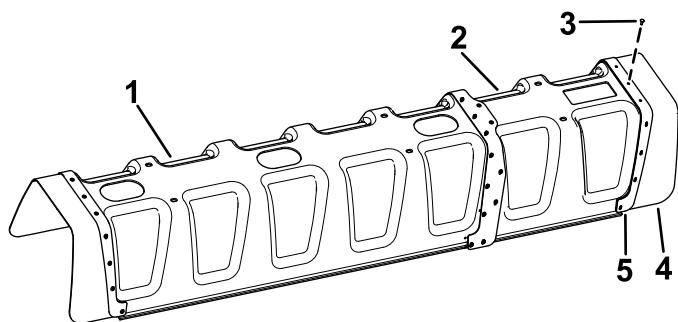

图7
3. 使用 11 个弹伸铆钉 (3/16 x 1/2 英寸) 和垫圈 (3/16 英寸), 将橡胶盖和加强板 (从 11 喷嘴护罩) 安装至 12 喷嘴护罩 (图7)。